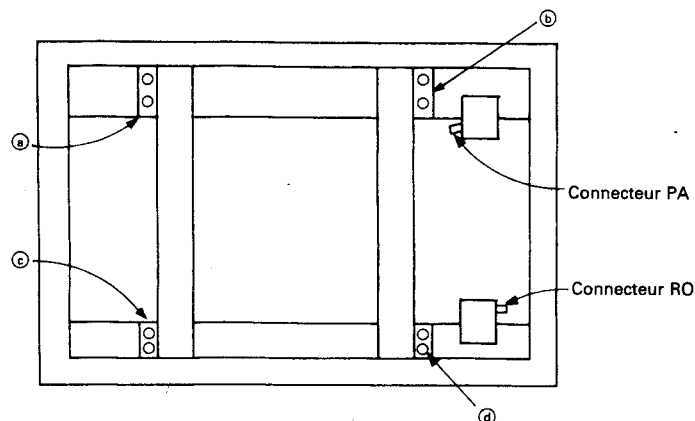
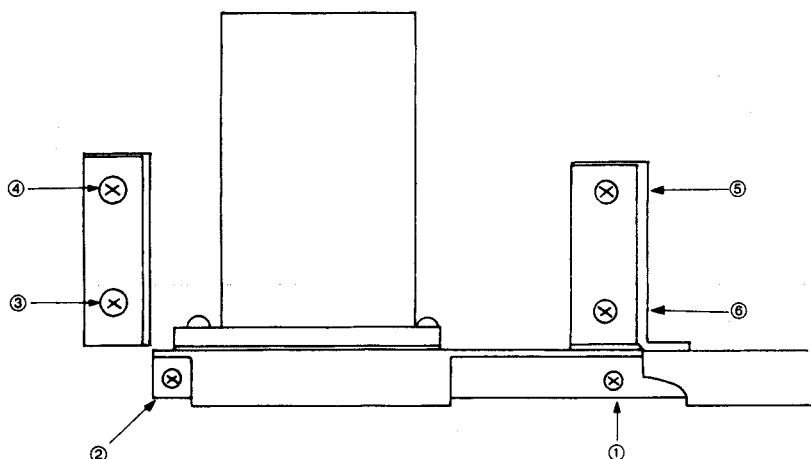

Figure 33 Unité de mécanisme de rotation (couvercle arrière démonté)
Figure 34 Vue arrière de l'unité de mécanisme de rotation (côté droit)
- (5) Enlever les huit vis, deux vis à chacun des endroits ①, ②, ③ et ④ indiqués à la Fig. 33.
- (6) Enlever les vis fixant provisoirement le tableau à feuille à écrire, et détacher celui-ci du corps principal. A ce moment, prendre soin de ne pas permettre aux conducteurs de l'unité de mécanisme de rotation de s'enlacer entre le corps principal et le tableau à feuille à écrire.
- (7) Enlever de l'unité de mécanisme de rotation (côté droit) les vis ①, ②, ③, ④, ⑤ et ⑥ indiquées à la Fig. 34, et détacher, du tableau à feuille à écrire, l'unité de mécanisme de rotation. Les mêmes procédés s'appliquent au démontage de l'unité de mécanisme de rotation gauche.
- (1) En se référant au plan de montage de l'unité de mécanisme de rotation donné dans la Fig. 34, aligner les trous de vis de l'unité de mécanisme de rotation avec ceux du tableau à feuille à écrire. Fixer ensuite provisoirement la vis ①; cette vis est utilisée comme vis de repère pour la décision de la précision de l'unité de mécanisme de rotation.
- (2) En se référant également à la Fig. 34, fixer provisoirement la vis ② qui est utilisée pour décider la précision dans le sens vertical, et serrer complètement la vis ①. Serrer ensuite la vis ② fermement et fixer les vis ③, ④, ⑤ et ⑥ dans cet ordre.
- (3) Les mêmes procédés s'appliquent au remontage de l'unité de mécanisme de rotation gauche.
- (4) Attacher le tableau à feuille à écrire, avec unité de mécanisme de rotation montée sur celui-ci, au corps principal et fixer provisoirement les deux vis au milieu du tableau, l'une à la partie supérieure et l'autre à la partie inférieure. (A ce moment, prendre soin de ne pas permettre aux conducteurs de l'unité de mécanisme de rotation de s'enlacer entre le tableau de mécanisme de rotation et le corps principal.)
- (5) En se référant à la Fig. 33, serrer les vis aux endroits a, b, c et d.
- (6) Brancher le conducteur de plongeur (provenant de l'unité de mécanisme de rotation) au connecteur de relais et les conducteurs (provenant du moteur) aux connecteurs RE et FF à la plaque à circuit imprimé. Disposer les conducteurs à l'aide des porte-conducteurs.
- (7) Enlever les deux vis fixant provisoirement le tableau à feuille à écrire et attacher la feuille à écrire au tableau selon l'instruction donnée dans "Remontage de la Feuille à Ecrire".
- (8) Remonter le couvercle arrière, l'imprimante, le guide de papier et la boîte à papier dans cet ordre au corps principal. Ainsi est achevé le remplacement de l'unité de mécanisme de rotation.